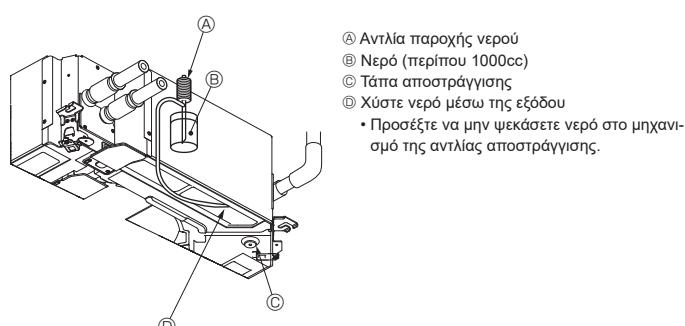

Fig. 7-6
7.4. Έλεγχος αποστράγγισης (Fig. 7-6)